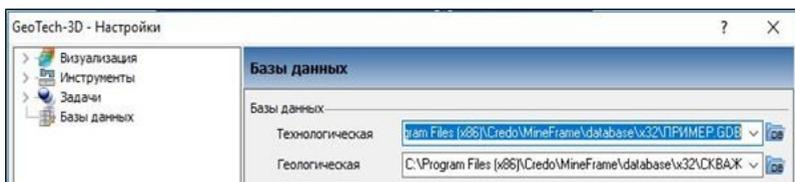

Рис. 7.1. Настройка системы на геологическую базу данных
2. Настройте работу системы на геологическую базу данных *СКВАЖИНЫ.GDB* (рис. 7.1). Для этого откройте окно **Сервис/Настройки**, в левой части окна выберите меню **Базы Данных**. В правой – подключите **геологическую базу данных**.